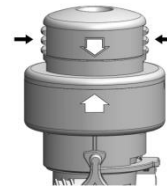

図 2
5. アクセスポートを適切に導入したら、ロッキングボタンを押して(図 2 を参照)スリーブの位置を維持したまま、オブチュレータを取り外す。オブチュレータが取り外されると、内部バルブが自動的に閉じて気